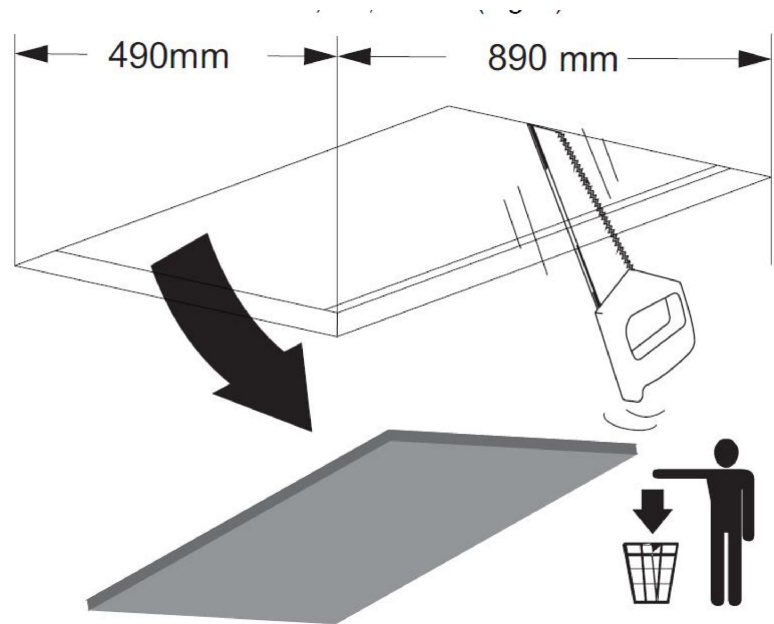

Fig. 7
1. → Loftet eller materialet emhætten monteres i skal skæres med oplyste mål (Fig. 7).